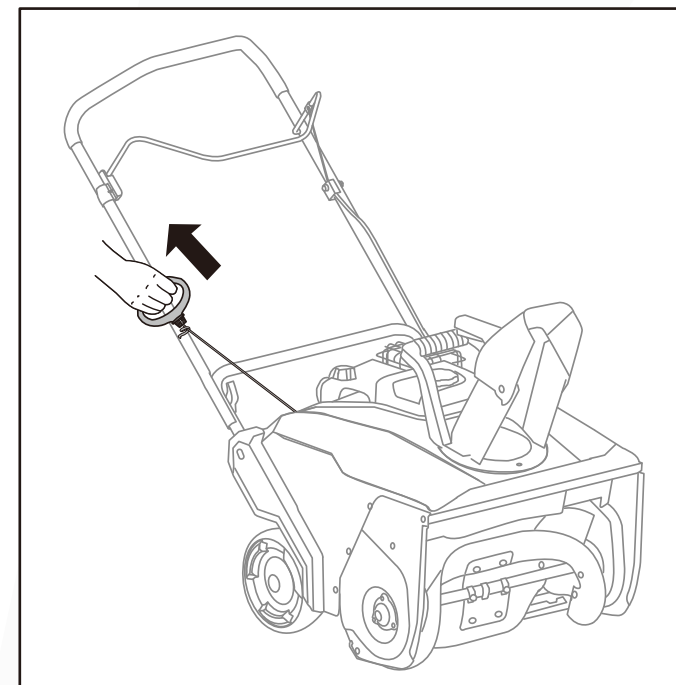

Fig. 9B
4. Situándose detrás y a la derecha de la unidad, tire ligeramente de la empuñadura de arranque hasta que note resistencia y, a continuación, tire enérgicamente. Vuelva a tirar suavemente de la empuñadura de arranque. (Fig. 9B)